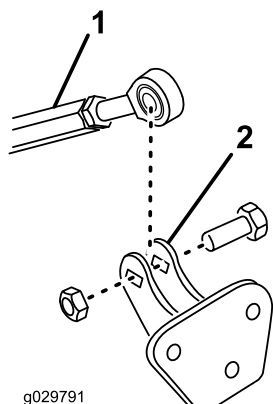

Рисунок 10
5. Прикрепите конец резьбового звена со штоком к опорному узлу звена с помощью болта (1/2 x 1-1/2 дюйма) и контргайки (1/2 дюйма), как показано на Рисунок 10.